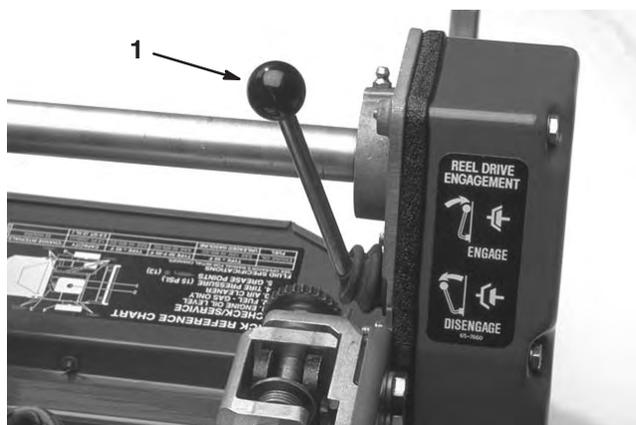

Bild 21
Spindelantriebshebel (Bild 21)
1. Achten Sie darauf, dass sich der Fahrtriebshebel (Bild 20) und der Spindeltriebshebel (Bild 21) in der Stellung „Ausgekuppelt“ befinden.